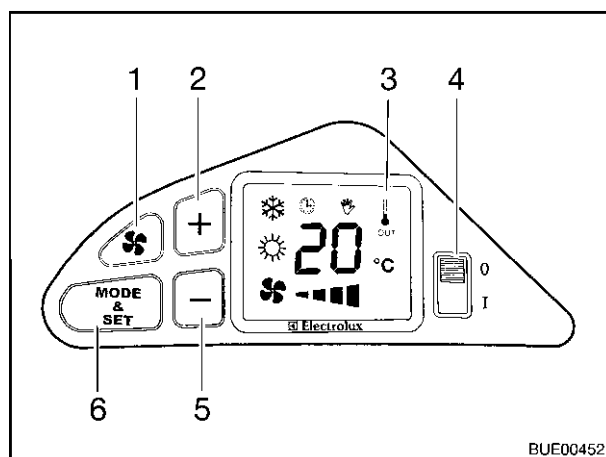

Fig. 88 Elementi di comando
- Posizionare l'interruttore di alimentazione (Fig. 88,4) su "I". Viene indicata la temperatura impostata.
- Impostare la temperatura desiderata con i tasti "+" (Fig. 88,2) e "-" (Fig. 88,5).
- Posizionare l'interruttore di alimentazione (Fig. 88,4) su "I".
- Premere il tasto "❌" (Fig. 88,1).
- Impostare la velocità dell'aria desiderata con i tasti "+" (Fig. 88,2) e "-" (Fig. 88,5).
- Premere il tasto "MODE & SET" (Fig. 88,6) finché non appare il simbolo del raffreddamento sul display (Fig. 88,3).
- Premere il tasto "MODE & SET" (Fig. 88,6) finché non appare il simbolo del riscaldamento sul display (Fig. 88,3).
- Posizionare l'interruttore di alimentazione (Fig. 88,4) su "0".